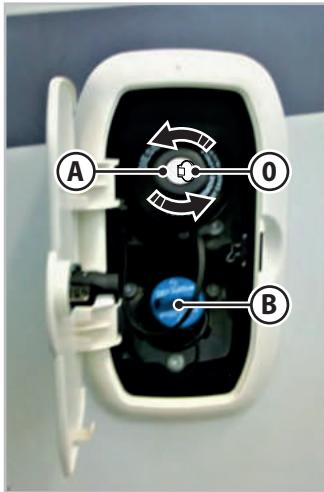
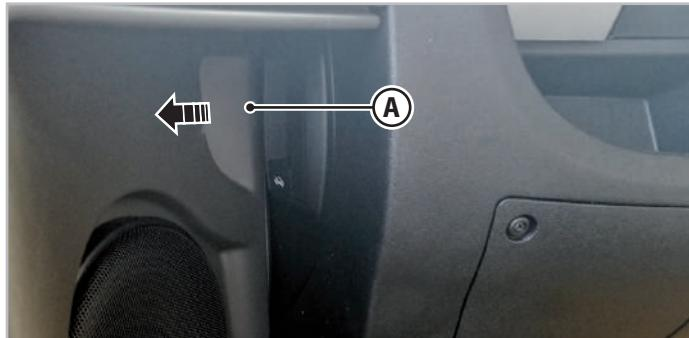

Fig. 5.7 - Bouchon du réservoir de carburant
Fig. 5.8 - Levier d'ouverture du capot - Type A
Pour ouvrir le bouchon du réservoir de carburant (Fig. 5.7) :
Pour fermer le bouchon du réservoir de carburant (Fig. 5.7) :
Pour ouvrir le bouchon (**B** - Fig.5.7) de l'additif AD-BLUE, tourner le bouchon dans le sens inverse des aiguilles d'une montre et le retirer. Procéder ensuite au ravitaillement. Effectuer l'opération inverse pour le fermer.
1. Tirer, dans le sens de la flèche, le levier **A** (Fig.5.7 et Fig.5.8, varie selon le type de véhicule), situé à gauche de la colonne de direction.